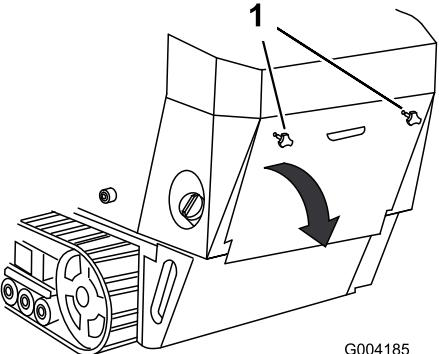

Figura 28
- Desenrosque los 2 pomos que fijan la tapa de acceso trasera a la máquina (Figura 28).
2. Baje la tapa de acceso trasera y retírela para tener acceso a los componentes internos (Figura 28).